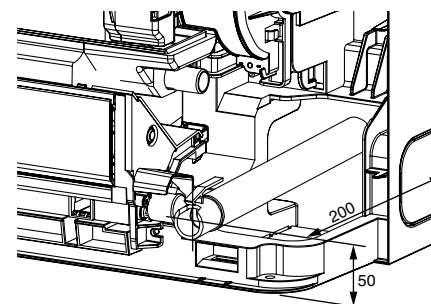

Рис. 7
- При прокладке дренажного трубопровода, убедитесь, что дренажный шланг ❶ проложен в соответствии с рисунком. (Рис. 7)